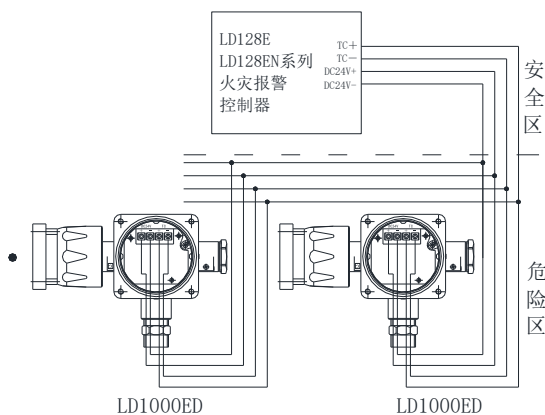

图 4-1
- 3) 将导线从入线孔穿过, 按照图 4-1 或 4-2 所示接好线。